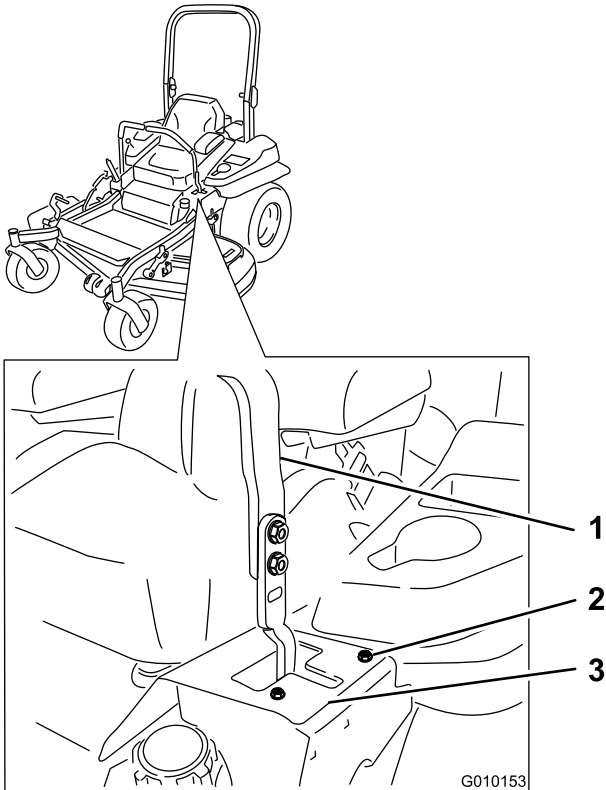

Figure 51
6. Si la machine se déporte à droite, desserrez les boulons et déplacez la plaque de butée gauche en arrière sur la fente en T gauche, jusqu'à ce qu'elle se déplace en ligne droite (Figure 51).
7. Si la machine se déporte à gauche, desserrez les boulons et déplacez la plaque de butée droite en arrière sur la fente en T droite, jusqu'à ce qu'elle se déplace en ligne droite (Figure 51).
8. Serrez les boulons de la plaque (Figure 51).